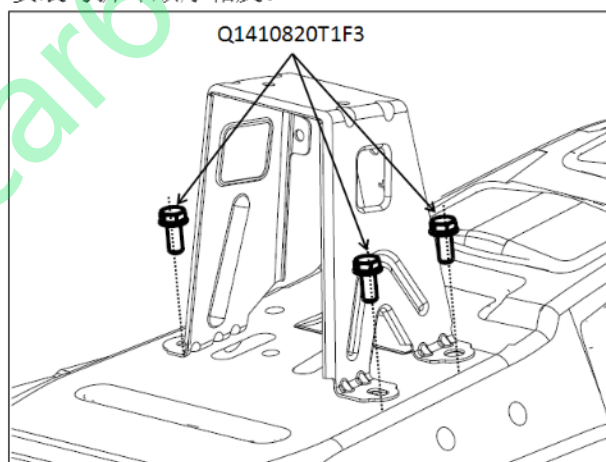

图 1.6.11 副仪表板后安装支架总成
- (1) 用10号六角套筒将固定副仪表板后部安装支架的三个螺栓(Q1410820T1F3六角头螺栓和锥形垫圈组合)松开并取出。如图1.6.11所示;
(2) 安装与拆卸顺序相反。